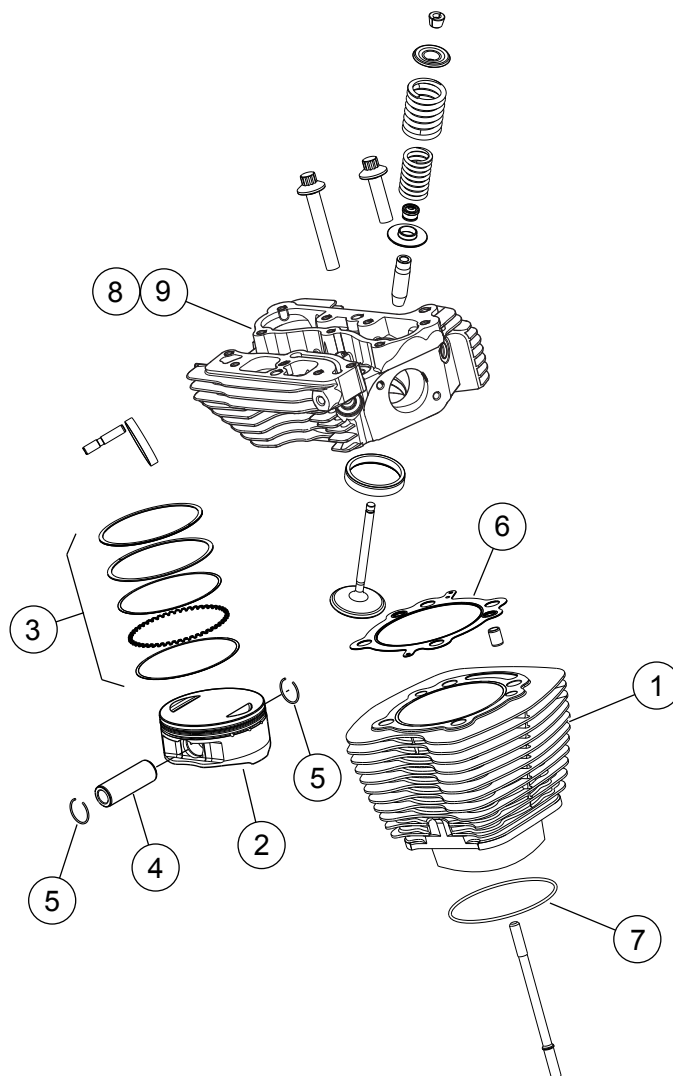
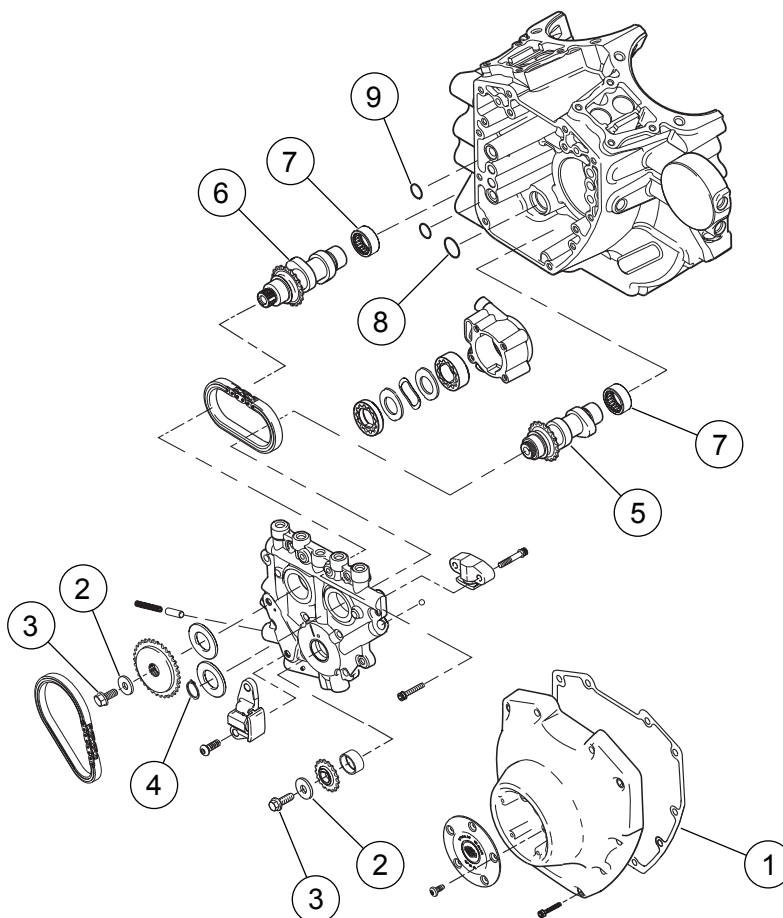

Figure 1. Pièces de rechange : Kit Stage 4 Screamin' Eagle Pro TC 103 (1690 cc)
Figure 3. Pièces de rechange : Kit Stage 4 Screamin' Eagle Pro TC 103 (1690 cc)
Voir Figure 1 à Figure 3 et Tableau 1 au Tableau 3.
1. Voir Figure 3. Inspecter les roulements à aiguilles d'arbre à cames (7) et les remplacer si nécessaire.
2. Voir Figure 1 à Figure 3. Monter les cames sur la plaque de came, les culasses de performance et la partie supérieure du moteur en utilisant les pièces du kit. Transférer les raccords ACR et d'accouplement de liquide de refroidissement des culasses de série aux culasses du kit. Se reporter aux sections MOTEUR concernées du manuel d'entretien.